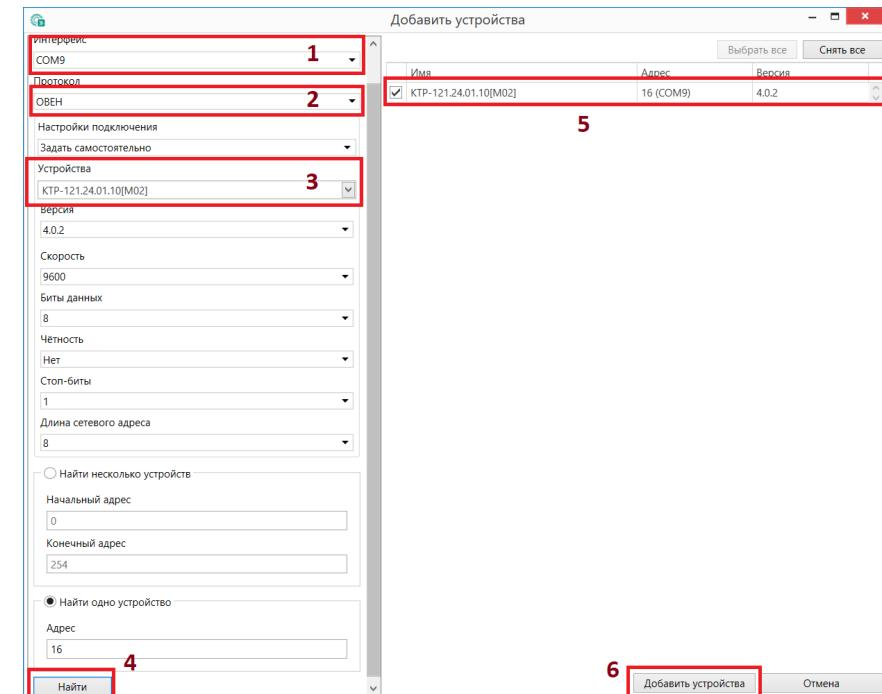

Рисунок 6.1 – Настройки связи с устройством
- Выбрать интерфейс «Устройство с последовательным интерфейсом USB» (см. рисунок 6.1, 1). Номер СОМ порта, присвоенный прибору можно узнать в Диспетчере устройств Windows.
- Выбрать протокол **ОВЕН** (см. рисунок 6.1, 2).
- Выбрать устройство (Пункт 3 на рисунок 6.1). Модификация КТР-121 указана на боковой стороне прибора.
- Выбрать «Найти одно устройство», если добавляется один прибор. Запустить поиск нажатием на кнопку «Найти» (см. рисунок 6.1, 4).
- Выделить найденное устройство (см. рисунок 6.1, 5).
- Добавить устройство в проект Конфигуратора по нажатию кнопки «Добавить устройства» (см. рисунок 6.1, 6).
1. Нажать на кнопку  **Обновить устройство** в контекстном меню выбранного устройства или в главном меню. Откроется диалоговое окно для смены встроенного ПО устройства. Допускается обновление одного или нескольких устройств. Устройства следует выделить в области устройств (см. рисунок 6.1, 5) и выбрать **Обновить устройство** в контекстном меню или главном меню.